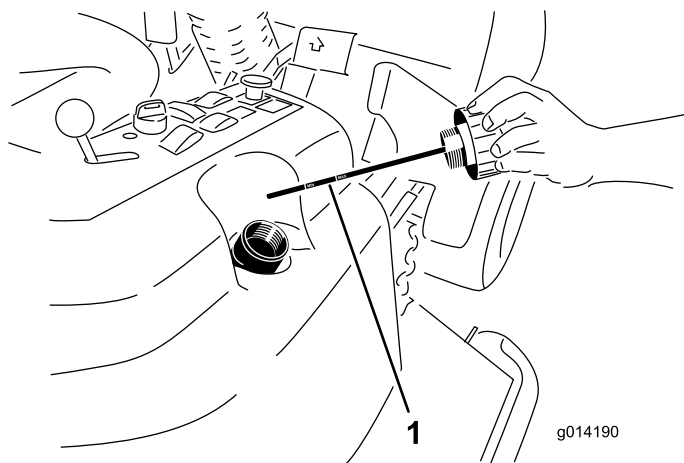

Figura 48
4. Retire el tapón de llenado de aceite hidráulico (Figura 48) del cuello de llenado.
5. Retire la varilla y límpiela con un paño limpio (Figura 48).
6. Introduzca la varilla a fondo en el cuello de llenado; luego retírela y compruebe el nivel del fluido (Figura 48).